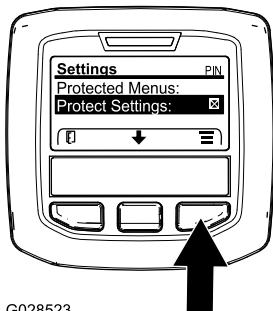

Bild 30
1. Greifen Sie auf die geschützten Menüs zu und entsperren Sie das Untermenü „geschützte Einstellungen“ (Bild 30), siehe Zugreifen auf die geschützten Menüs \(Seite 19\).